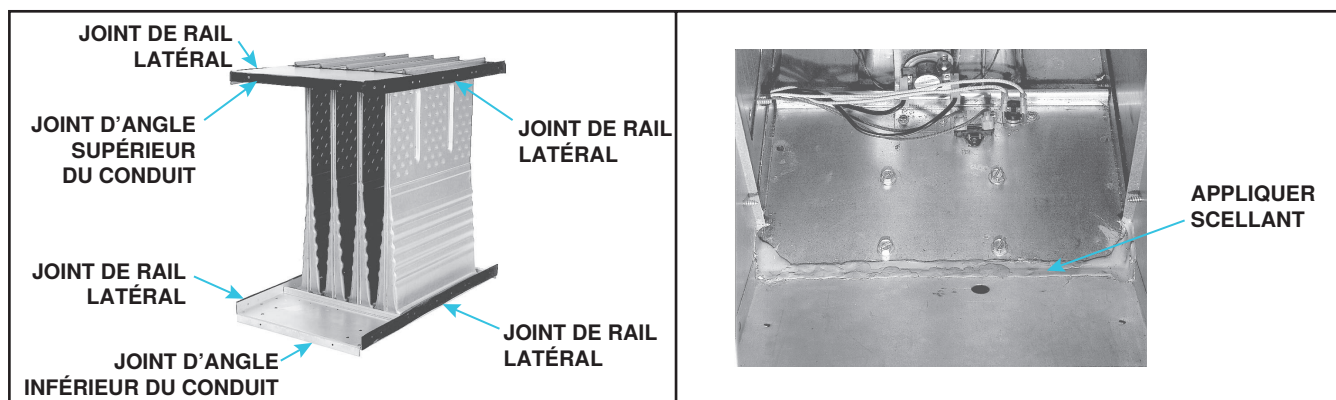
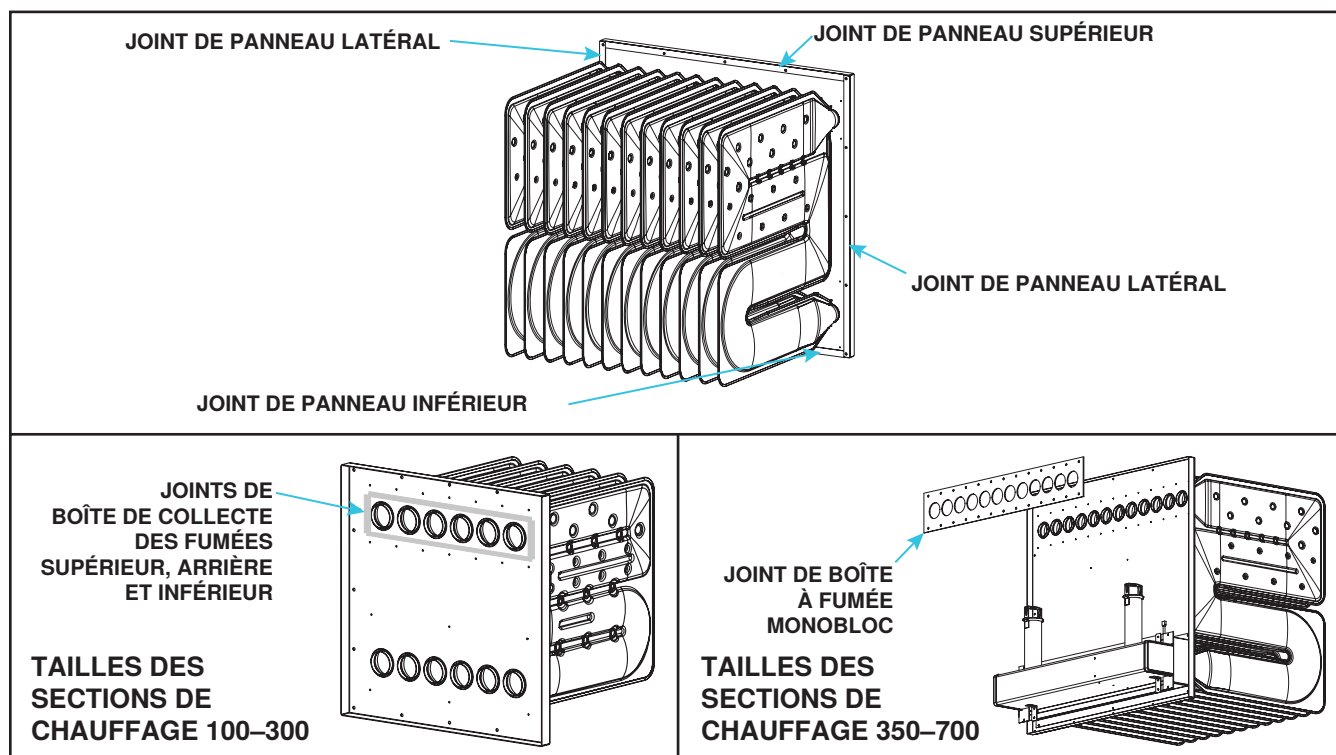
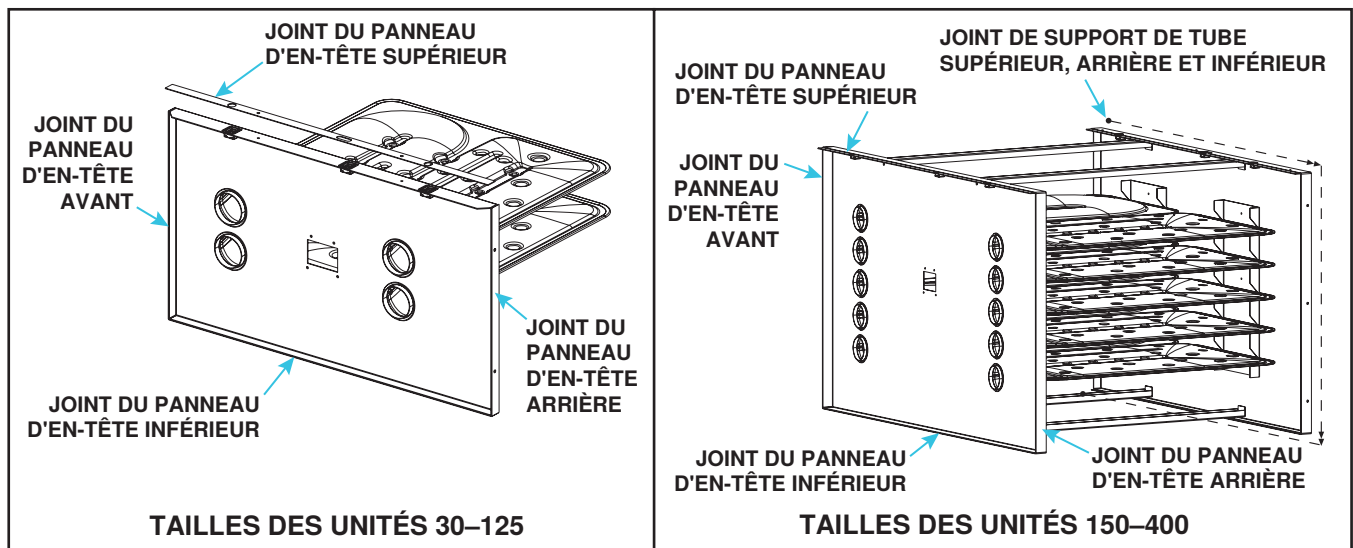
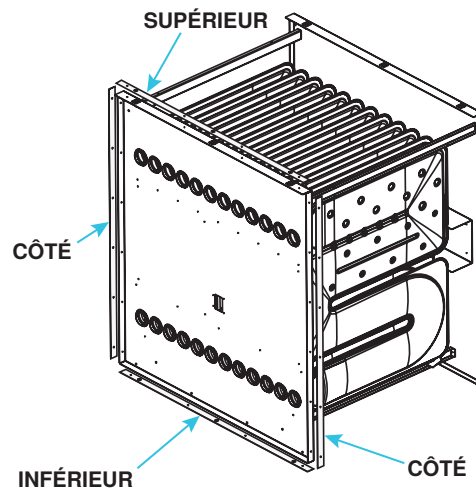

Figure 36. Joints d'échangeur de chaleur—modèles B, BE, F et FE
Figure 37. Joints d'échangeur de chaleur—modèles RDCA et RDDA
Figure 38. Joints d'échangeur de chaleur—modèles ADP, UBX, UBXC, UBZ, UDAP, UDAS, UDBP, UDBS, UDX, UDXC et UDZ
Figure 39. Joints d'échangeur de chaleur—modèle LDAP
- a. Positionner les joints comme indiqué à la Figure 36, Figure 37, Figure 38 ou Figure 39.
7. Pour les modèles B, BE, F et FE, retirez et conservez les vis qui fixent la tiroir à brûleur existant à le tiroir à brûleur et retirez le support. Installez la tiroir à brûleur de remplacement fourni avec l'échangeur de chaleur de remplacement sur le tiroir à brûleur et fixez-le à l'aide des vis existantes. Pour les modèles B et BE, appliquez du scellant en caoutchouc silicone sur toute la longueur du joint d'angle du conduit arrière inférieur pour sceller le joint tel qu'illustré à la Figure 36.